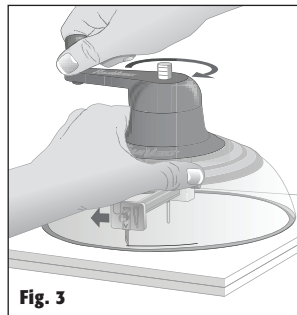

Fig. 3
- Positionner la broche de centrage à l'endroit désiré. Saisir la scie cloche avec une main placée sur les rainures de prise en main et l'autre placée sur le pommeau de découpe. Faire tourner la poignée de découpe dans le sens des aiguilles d'une montre en appliquant un mouvement continu (Figure 3). La broche de profondeur de plaque atteindra une profondeur identique à celle de la lame lors de la progression de la lame dans la plaque. Une résistance plus importante est ressentie lorsque la lame touche la chute de plaque en mousse placée sous la découpe. La découpe circulaire est à présent terminée.